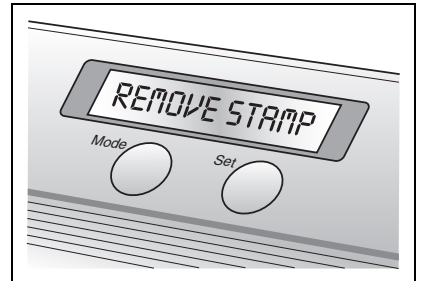

figure 7
- Le message « RETIRER TIMBRE » apparaît sur l'afficheur ACL. Ouvrez les portes du logement de tampon pour retirer le tampon (voir la figure 7).